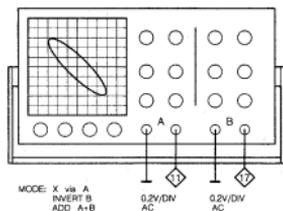

Fig. 20
Die Einstellung des Strahlenteilers wird elektrisch gemessen nach dem Schema in Fig. 20.
5. Oszilloskop nach Fig. 20 anschließen. RE2-Signal von Meßpunkt 11 an Channel A (AC - 0,2 V/Div); RE-Signal von Meßpunkt 17 an Channel B (INVERT, AC - 0,2 V/Div). Zeitbasis auf X via A schalten und Display Mode auf ADD A+B.